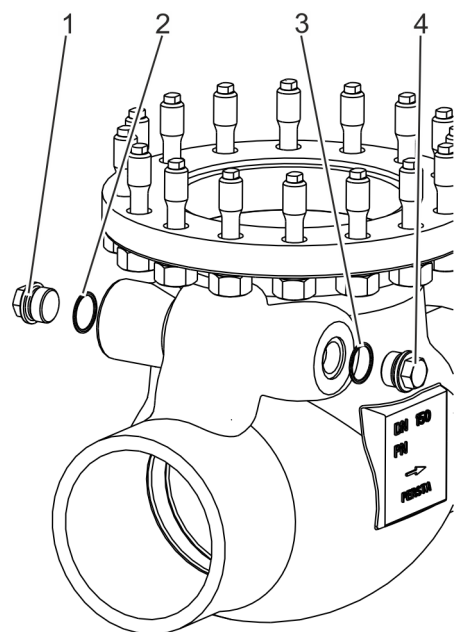

Fig. 31: Montar el tornillo de bloqueo y los elementos sellantes
- 15.** ▶ Coloque nuevos elementos sellantes (Fig. 31/2 y 3) en las ranuras ubicadas en el cuerpo.
- 16.** ▶ Monte los tornillos de bloqueo (Fig. 31/1 y 4).